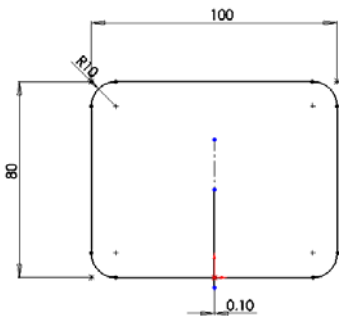

图 9-123 绘制两条竖直直线
④ 单击“草图”工具栏中的“中心线”图标, 绘制一条构造线, 然后绘制两条与构造线平行的直线, 分别位于构造线的两边。单击“添加几何关系”图标, 选择两条竖直直线和构造线添加“对称”几何关系, 然后标注两条竖直直线距离值为: 0.1, 如图 9-123 所示。